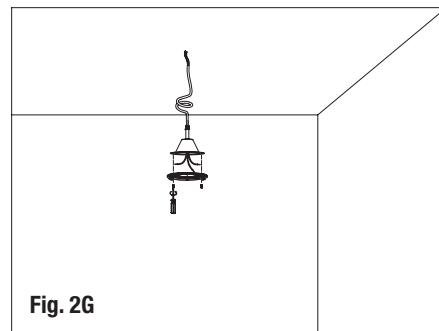

Fig. 2G
- Secure the luminaire mounting bracket to the junction box using screws (Fig. 2G).
- Fixez le support de montage du luminaire au boîtier de jonction à l'aide de vis (Fig. 2G).